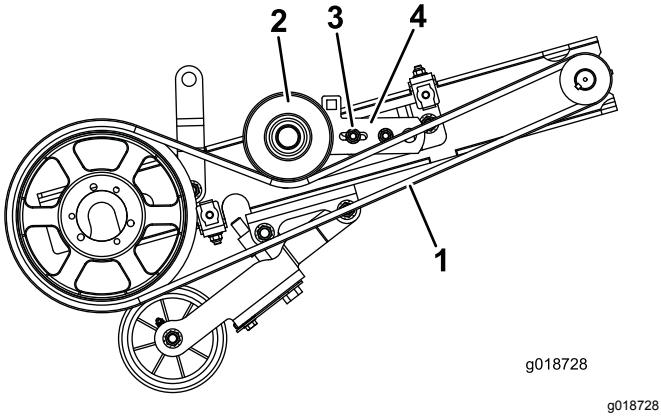

Figure 24
1. Retirez l'écrou et le boulon qui fixent le support de la poulie de tension (boulon dans le trou allongé du support) au support de réglage de la tension (Figure 24).
4. Déposez le protège-courroie inférieur et la courroie d' entraînement du cylindre (Figure 24).